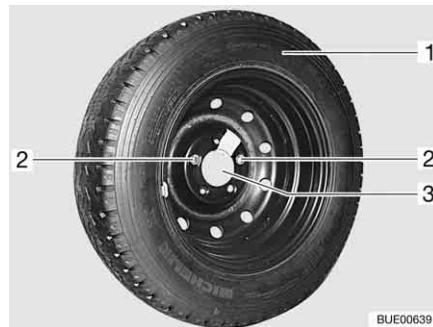

Fig. 309 Etrier de roue de secours dans le garage arrière
- Dévisser et retirer les deux vis de fixation (Fig. 309,2) avec les outils de bord.
- Retirer la roue de secours (Fig. 309,1) de l'étrier (Fig. 309,3).